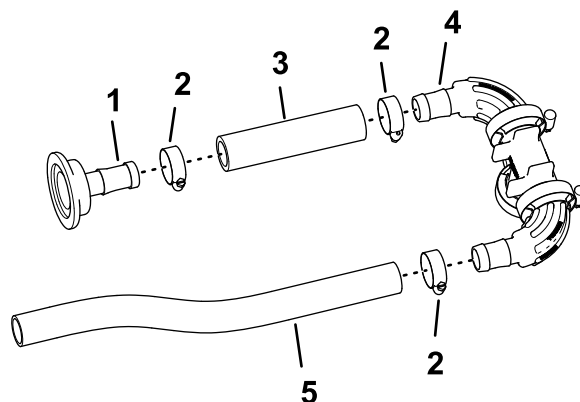

Figure 90
2. Branchez l'autre extrémité du flexible (1" x 5¾") au raccord cannelé du collecteur et fixez-le avec un collier comme montré à la Figure 90 ; serrez le collier à la main.
3. Branchez le flexible (1"x 16") à l'autre raccord cannelé du collecteur et fixez-le avec un collier serré à la main (Figure 90).
1. Branchez le flexible (1" x 5¾") sur le raccord cannelé droit (1" x 2") et fixez-le avec un collier (3/4" à 1½") serré à la main (Figure 90).